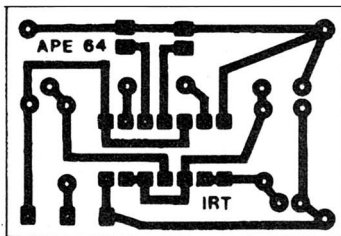

Fig.2
- FIG. 2 - LAY OUT DO CIRCUITO IMPRESSO ESPECÍFICO - Muito simples, de dimensões reduzidas, o circuito